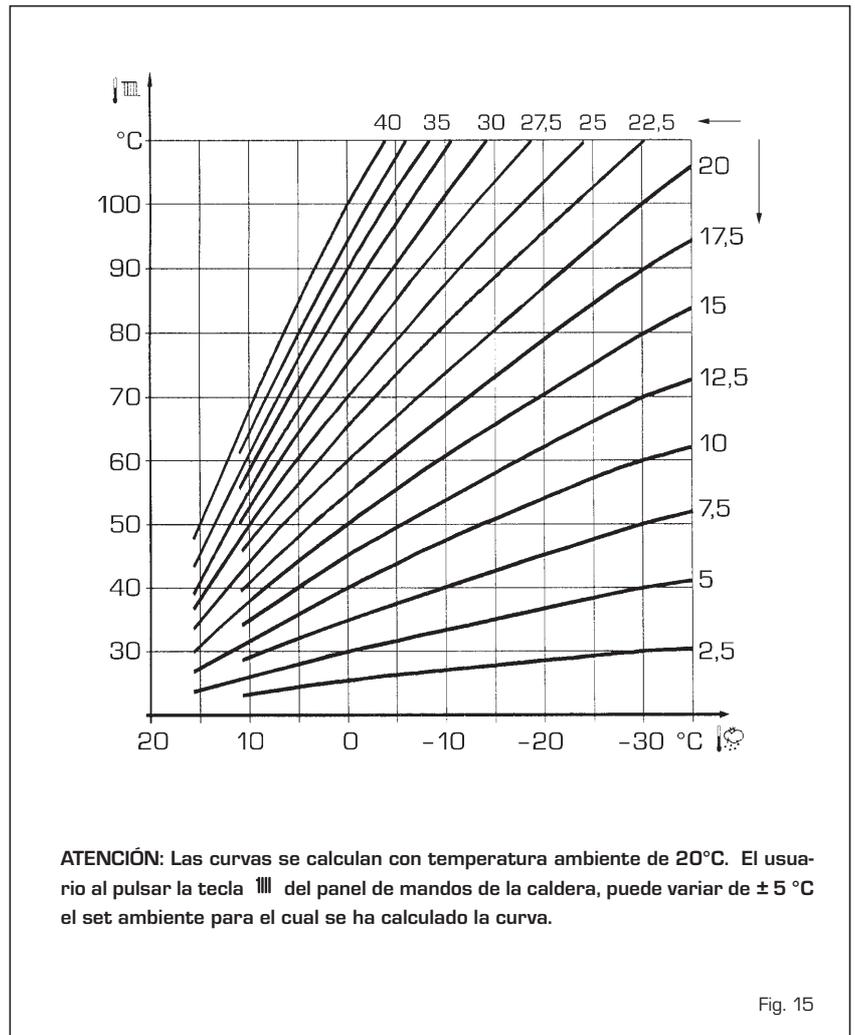

Fig. 15
3.4 SONDA EXTERNA CONECTADA (fig. 15)
La curva climática se puede seleccionar entre los valores de 3 y 40 (con pasos de 1). Aumentando la pendiente representada por la curva de la fig. 15, se incrementa la temperatura de impulsión de la instalación conforme a la temperatura externa.